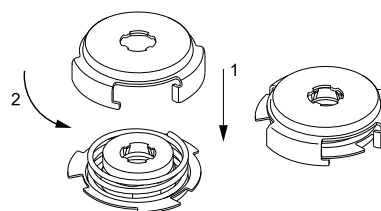

Рис. 25 Монтаж пружины и оправки
7. Установить пружину (поз. 108) и оправку (поз. 112). См. рис. 25.